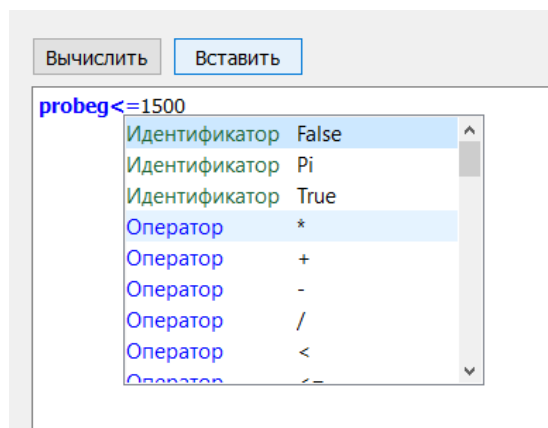

Рисунок 623
- В открывшемся списке двойным нажатием левой кнопки мыши выбрать требуемый параметр: переменная, идентификатор, оператор или функция (рисунок 623).